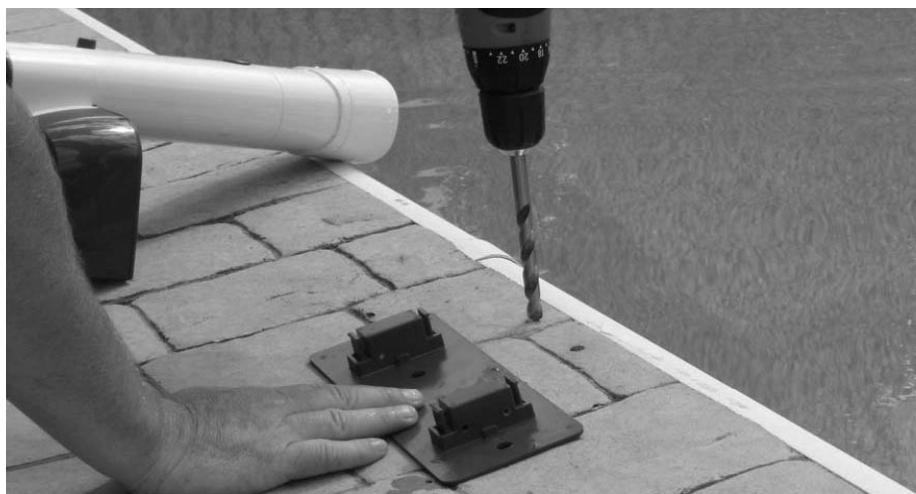

Abb. 3
3. Führen Sie nach dem Anreißen der Bohrlöcher mit einem Steinbohrer zwei Bohrungen aus. **ACHTUNG!! Seien Sie bei der Benutzung von Bohrmaschinen am Schwimmbecken sehr vorsichtig. Achten Sie darauf, dass sich in keiner Phase der Installation im Schwimmbecken Personen befinden. Entfernen Sie nach Beendigung der entsprechenden Phase unverzüglich alle elektrischen Werkzeuge aus der Umgebung des Schwimmbeckens.** Die Bohrlöcher sind mit einer Tiefe von 4,5 cm zu bohren (Abb. 3). Die Tiefe stellen Sie am einfachsten fest, indem Sie 4,5 cm von der Bohrerspitze abmessen. Dann markieren Sie die gemessene Stelle mit Klebeband. Beenden Sie das Bohren, sobald sich das Klebeband auf Höhe der Befestigungsfläche befindet. Jetzt müsste das Bohrloch 4,5 cm tief sein. Entfernen Sie aus den Bohrlöchern sämtlichen Staub und Schmutz. Entfernen Sie von den Befestigungsankern (F) die Muttern und Unterlegscheiben und schieben Sie die Befestigungsanker in die Bohrlöcher.